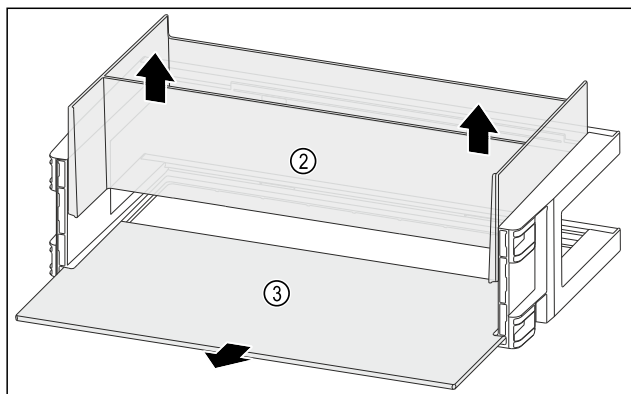

Fig. 143
- Retirer l'Organizer Fig. 143 (2) vers le haut.
- Retirer la tablette de rangement Fig. 143 (3).